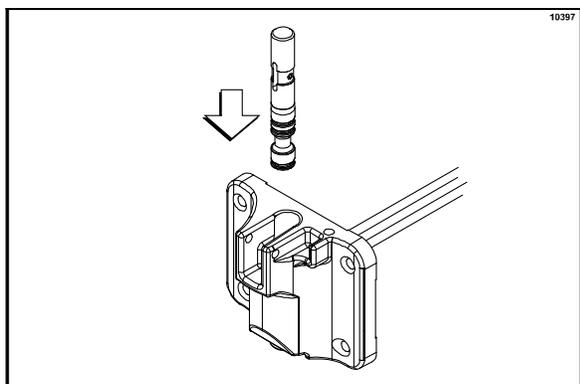

図137
12. ドローハンドルのスロットが正面を向いた状態でドローバルブを上から挿入します(図137を参照)。